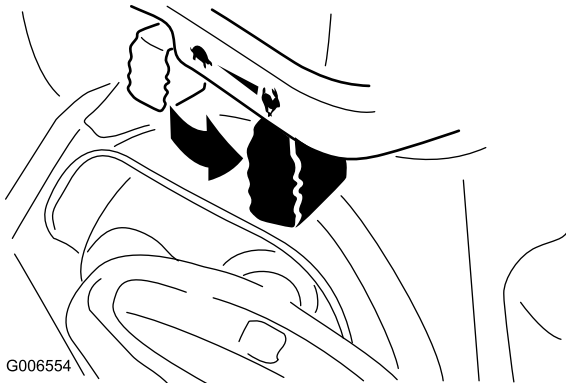

Figure 23
- Placez la manette d'accélérateur en position haut régime (Figure 23).